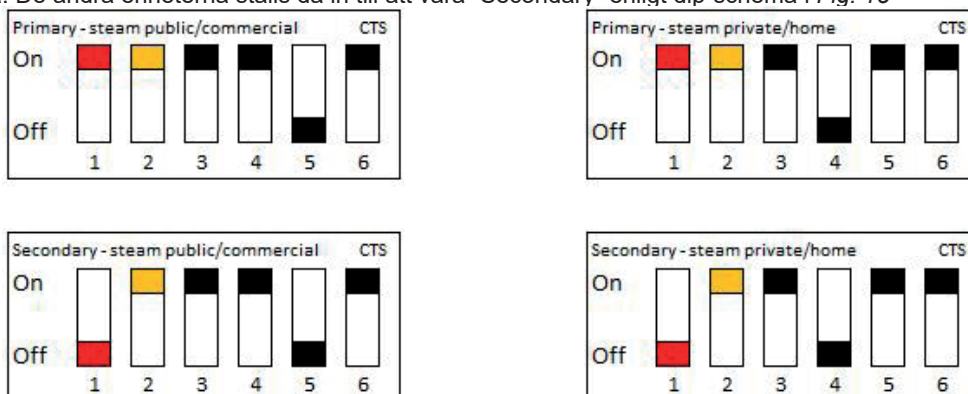

Fig. 15
När fler än en generator kopplas samman skall en av dem ställas in till att vara "Primary" (fabriksinställt) och vara den som styr de andra generatorerna. De andra enheterna ställs då in till att vara "Secondary" enligt dip-schema i Fig. 15
3. Välj en "secondary" ånggenerator och ändra dip-inställningarna till "primary" enligt rätt modell. Se Fig. 15. Anslut sedan manöverpanelen till ny "primary". En ny "initial setup" kommer krävas, då generatoren inte varit inställd som "primary" tidigare.